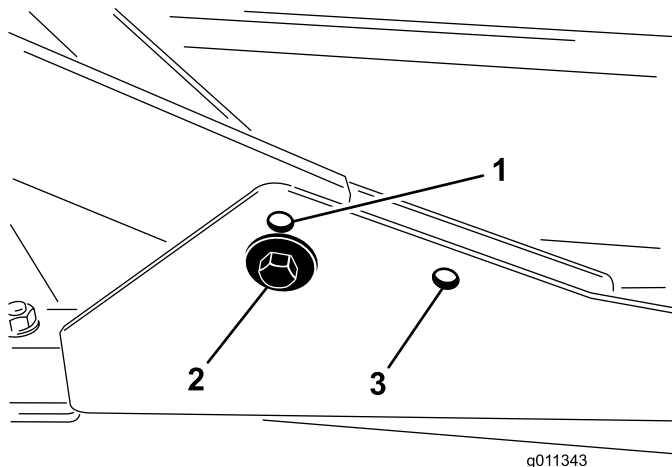

Figura 15
1. Para alturas de corte en el intervalo de 2 a 7,6 cm (3/4 a 3 pulgadas), los bastidores de tiro delanteros deben montarse en los taladros de montaje delanteros inferiores (Figura 15).
2. Para alturas de corte en el intervalo de 6,3 a 10 cm (2-1/2 a 4 pulgadas), los bastidores de tiro delanteros deben montarse en los taladros de montaje delanteros superiores (Figura 15).
Para todas las alturas de corte, la carcasa de corte trasera debe montarse en los taladros de montaje traseros (Figura 15).